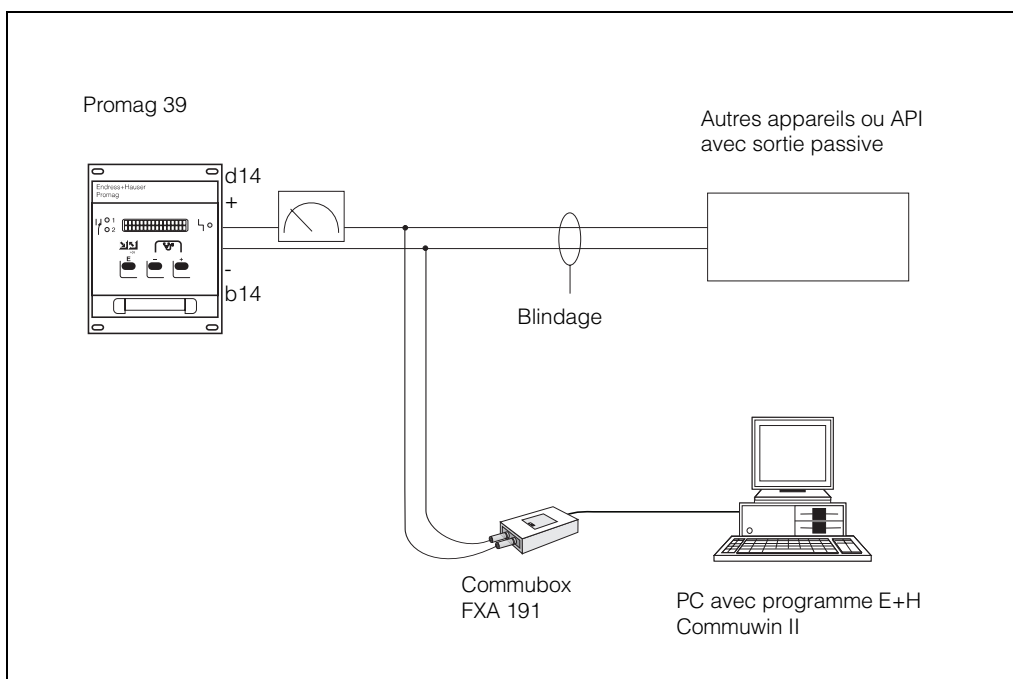

Fig. 45
- raccordement via le câble de signal analogique 4...20 mA de la sortie courant (bornes b14/d14); voir fig. 45